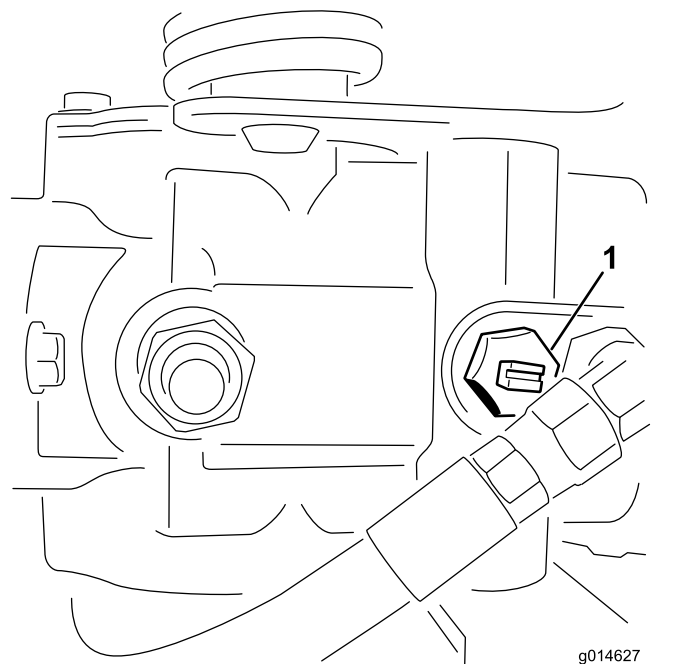

Figura 37
1. Girate la valvola bypass sulla pompa in modo che la scanalatura sia verticale (Figura 37).
2. Prima di avviare il motore chiudete la valvola bypass girandola in modo che la scanalatura sia orizzontale (Figura 37). Non avviate il motore quando la valvola è aperta.